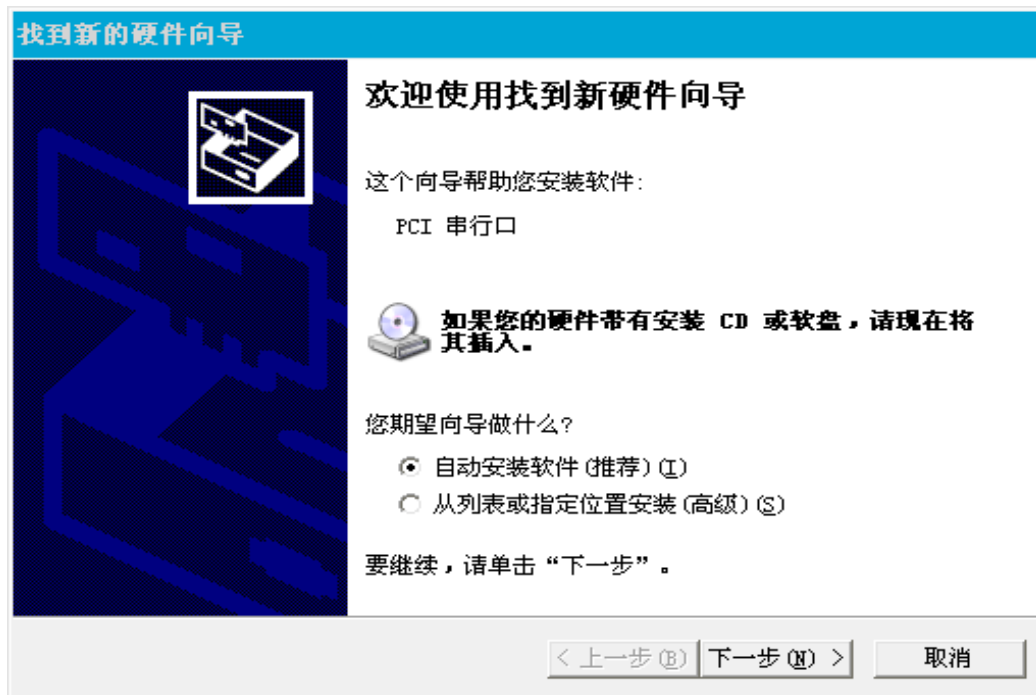

图 1
1、当 WC-324A 插上电脑，开机运行时，电脑会弹出如下图 1 所示：